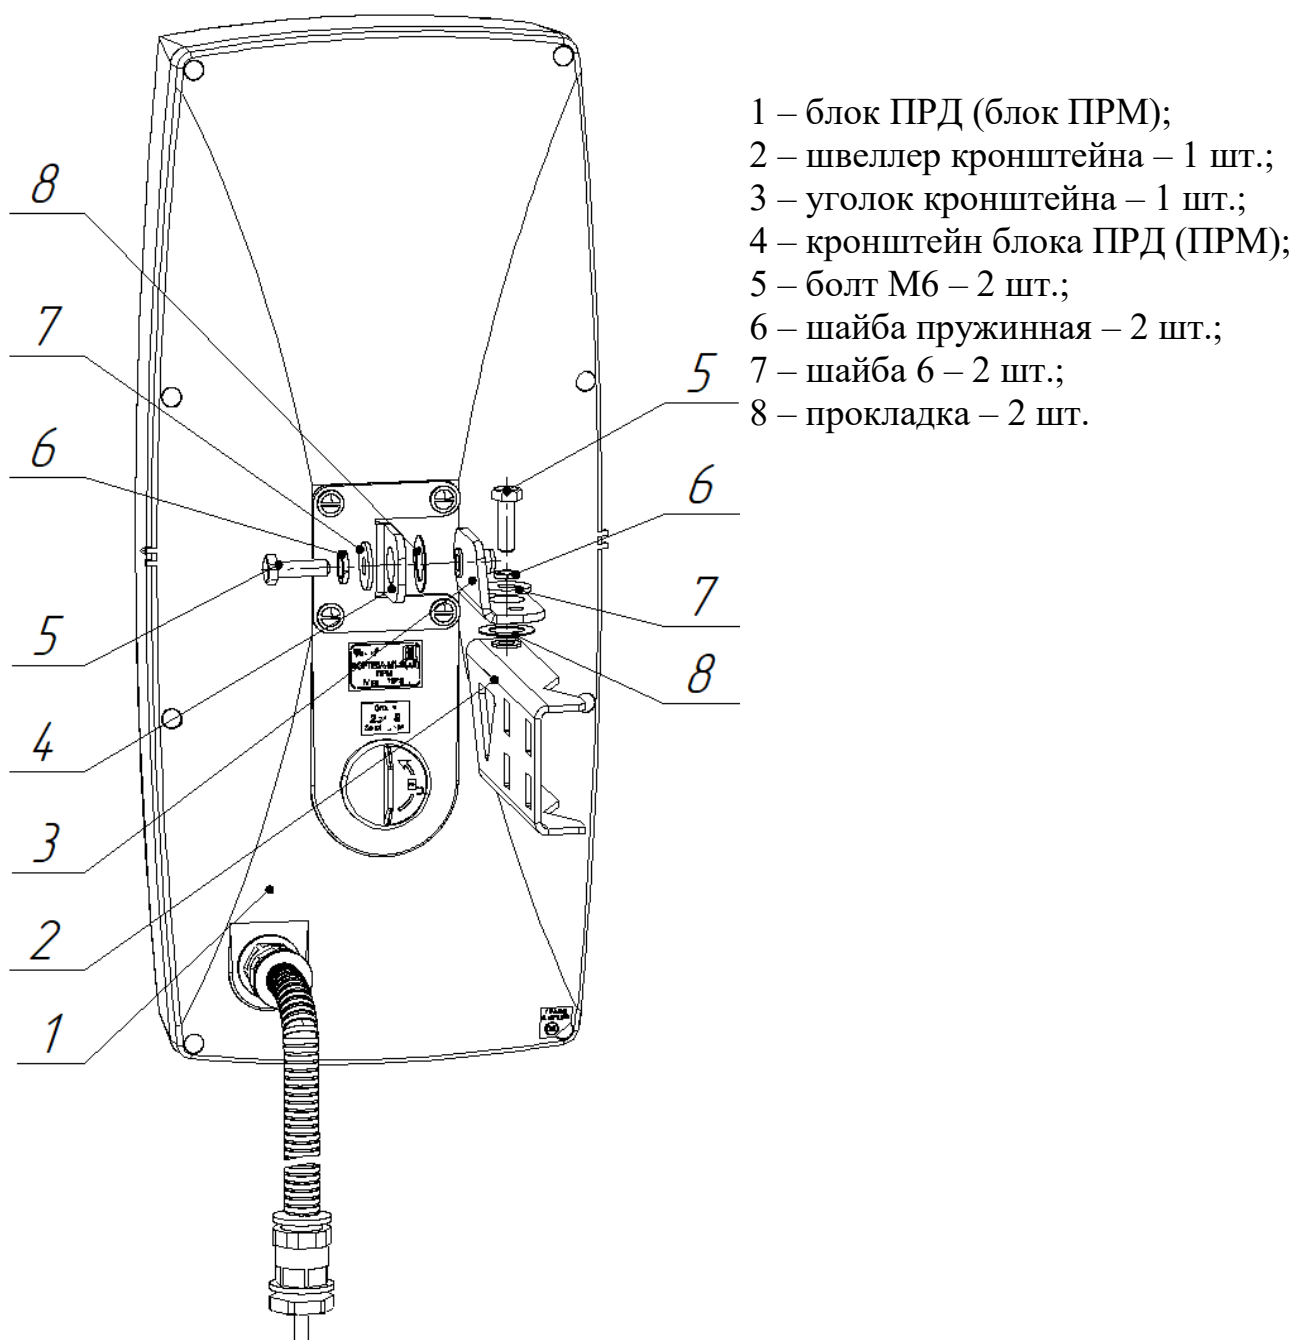

Рисунок 2.6 – Установка блока ПРД (блока ПРМ) извещателей «ФОРТЕЗА-М300-А», «ФОРТЕЗА-М500-А» на кронштейне
2.3.4.2 Закрепить блок ПРД (блок ПРМ) поз.1 на кронштейне (см. п.2.3.4.4 и рисунок 2.6).